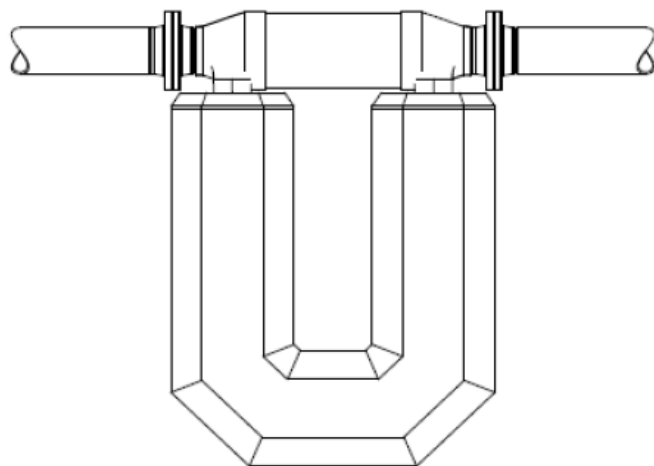

Рис.2. Установка расходомера при измерении расхода жидкостей
- при измерении расхода жидкостей расходомер должен устанавливаться внизу для того, чтобы в трубопровод не мог попасть воздух (см. рис.2);